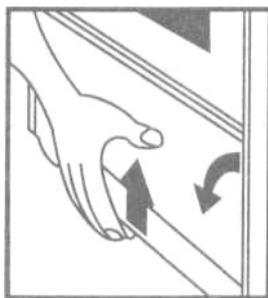

Рис. 3 Открытие нижней дверцы
5.2. В плитах мод. 14.120 -01;-02; -07; -08; -09; -11; -12 хозяйственное отделение выполнено в виде выдвигаемого ящика, а в остальных моделях закрыто откидной дверкой. Для открытия ее необходимо приподнять вверх и наклонить на себя (рис. 3).